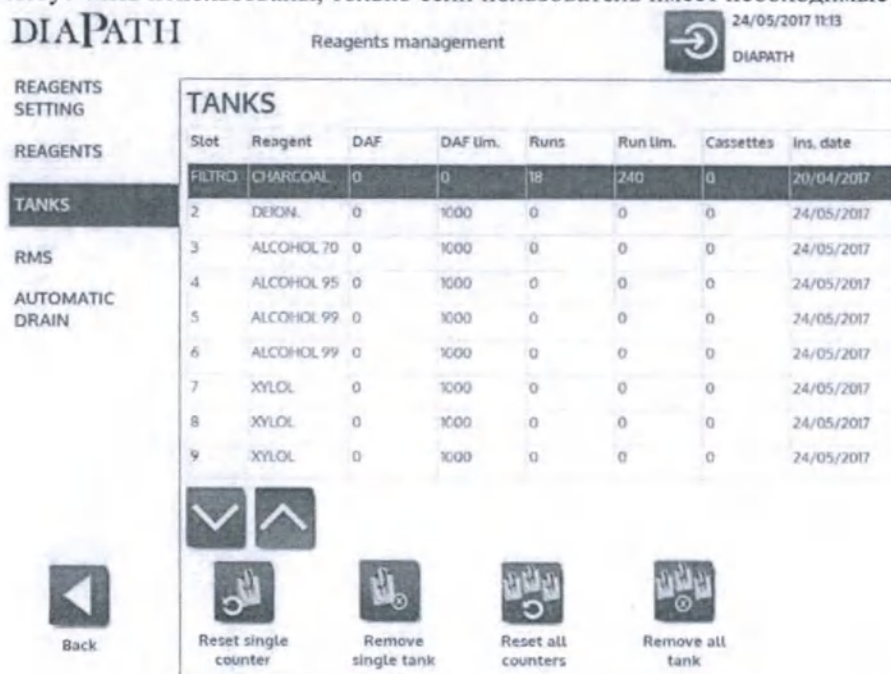

Рисунок 55
- **Емкости:** экран, на котором есть возможность выполнять функции удаления емкостей (одной или всех) или сброс счетчика (единичного или общего) для каждой емкости, установленной в приборе и указанной в таблице (Рисунок 55). В случае, если удаленная емкость будет отображаться на основном экране как не установленная, необходимо установить его с помощью экрана «Замена реагентов»; также удаленные емкости больше не будут фигурировать в таблице этого экрана. Сброс счетчика позволяет сбросить счетчики кассет и процессов для каждой выбран-